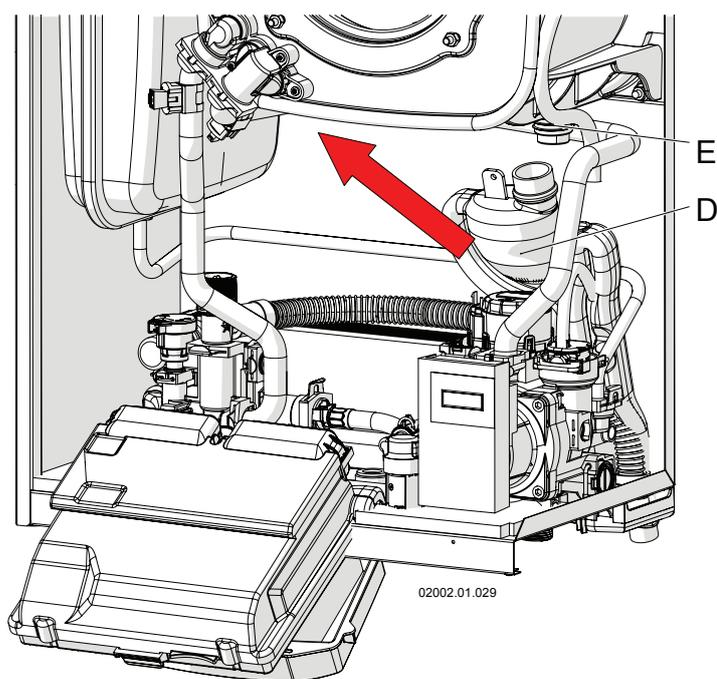

Figura 8-7 - Smontaggio sifone raccogli condensa
- 7.- estrarre verso l'esterno il sifone (vedi figura 8-7) facendo attenzione a scollegare i tubi di raccolta dell'acqua proveniente dalla parte superiore dell'apparecchio e dalla valvola di sfogo aria.